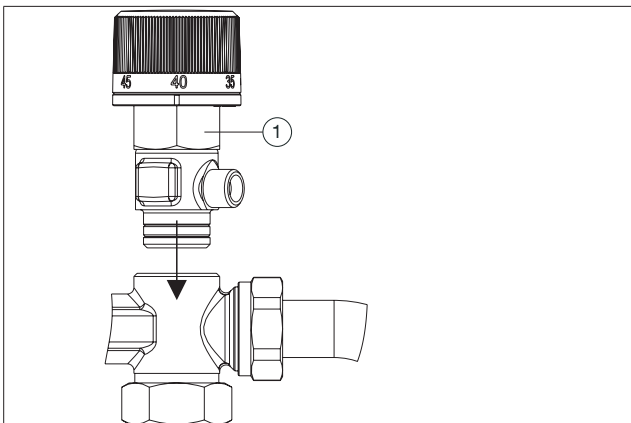

Abb. 11: Einbau Ventil Regudis W-HTO Duo
7. Schrauben Sie das Ventil in den Verteiler (siehe Abb. 11). Beachten Sie die Ausrichtung des Ventils (die weiße Markierung des Handrads muss nach vorne zeigen). Schrauben Sie das Gehäuse so weit ein, bis der Dichtring vollständig vom Gehäuse verdeckt ist, dann ist die Verbindung selbstdichtend.